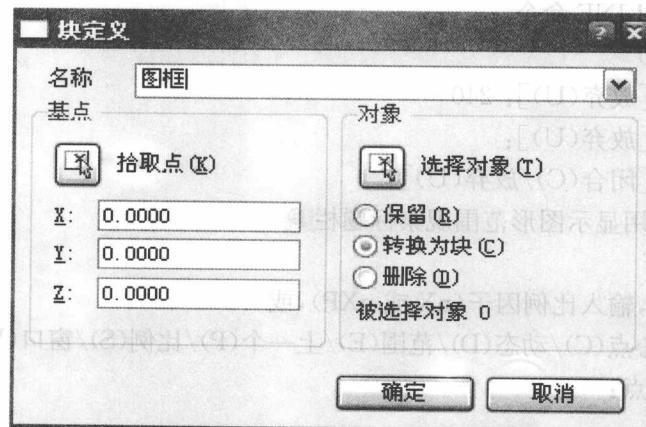
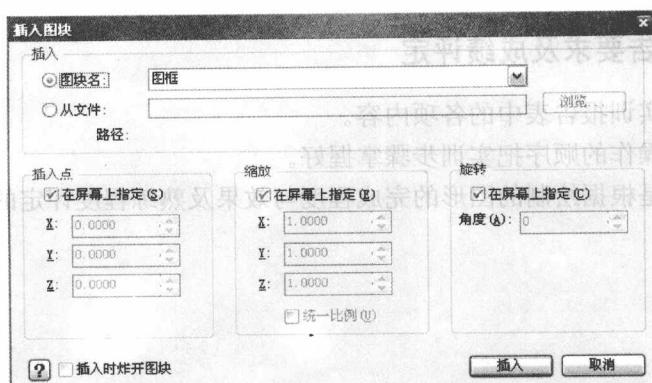

图 1-4
图 1-5
Step11 命令: 创建块(如图 1-4), 插入块(如图 1-5)
命令: _insert(插入块)(如图 1-5)